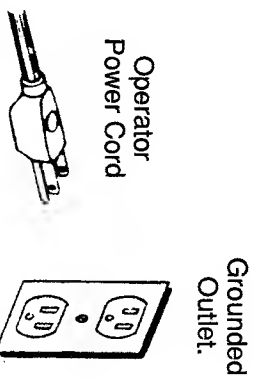

Fig. 28.
- 1 **PLUG OPERATOR POWER CORD INTO GROUNDED OUTLET.** (Fig. 28)